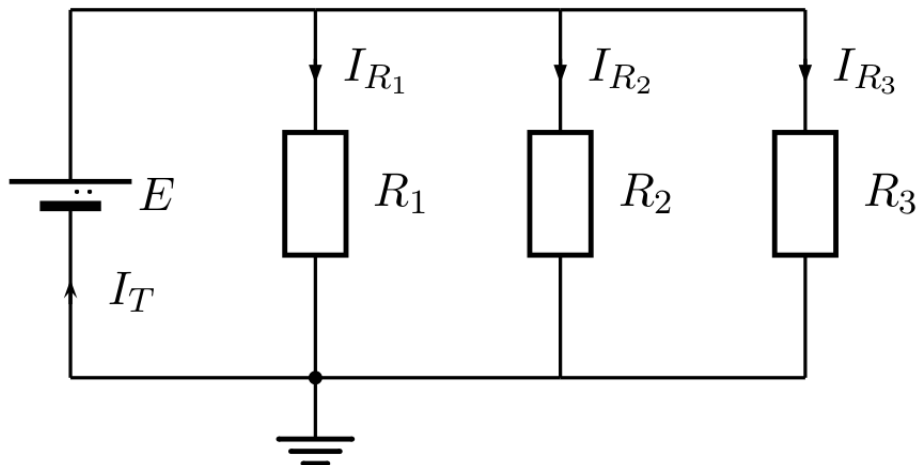

Figura 32: Circuito resistivo paralelo
Para o circuito da Figura 32, temos:  $I_{R_1} = I_T \cdot \frac{R_T}{R_1}$        $I_{R_2} = I_T \cdot \frac{R_T}{R_2}$
Para o circuito da Figura 32, temos
- Monte o circuito apresentado na Figura 32 e preencha a Tabela 3.